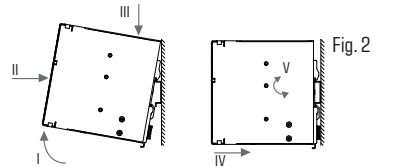

Fig. 2
- Montage Fig. 2**
- Mounting Fig. 2**